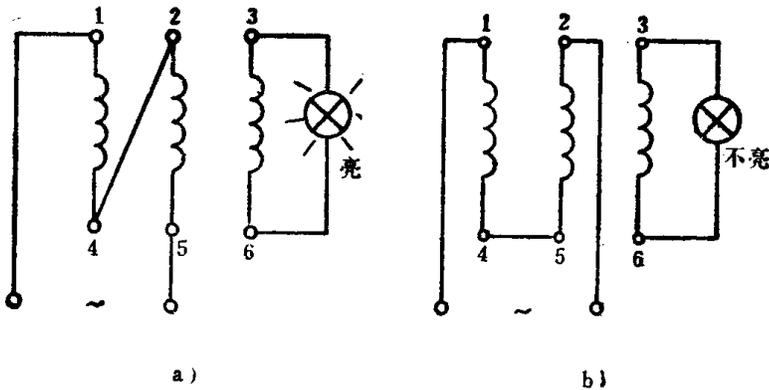

图2-2 用试验方法确定电动机绕组首末端
1) 确定电动机出线的始端和末端方法:可用万用表或串联灯泡试验,确定同一相的两个线头。在一相上串联一个灯泡,把其余两相串联起来(先假设两相中的一个头为始端),接于交流电源上,如果灯亮,说明串联的两相中第一相尾端接在第二相始端,如果灯不亮,说明串联的两相尾端相接。把串联灯泡的那一相与另一相串联起来,用上述同样方法,可找出三相的起端和末端,见图2-2。